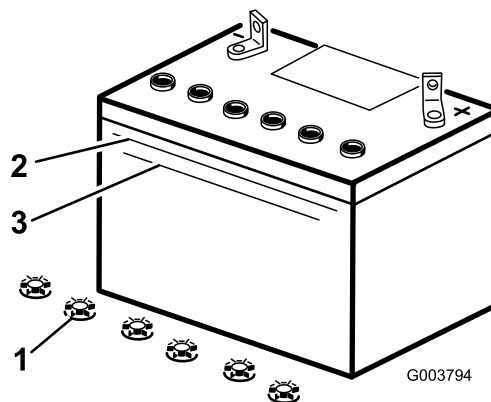

Figure 38
3. Observez le côté de la batterie. Le niveau de l'électrolyte doit atteindre le trait supérieur (Figure 38). Le niveau d'électrolyte ne doit pas descendre au-dessous du trait inférieur (Figure 38).
3. Enlevez les bouchons de remplissage de la batterie (Figure 38).
4. Versez de l'eau distillée avec précaution dans chaque élément jusqu'au repère supérieur (Figure 38) sur le côté de la batterie.
- Attendez cinq à dix minutes après avoir rempli les éléments. Au besoin, ajoutez de l'eau distillée pour amener le niveau jusqu'au repère supérieur sur le côté de la batterie (Figure 38).